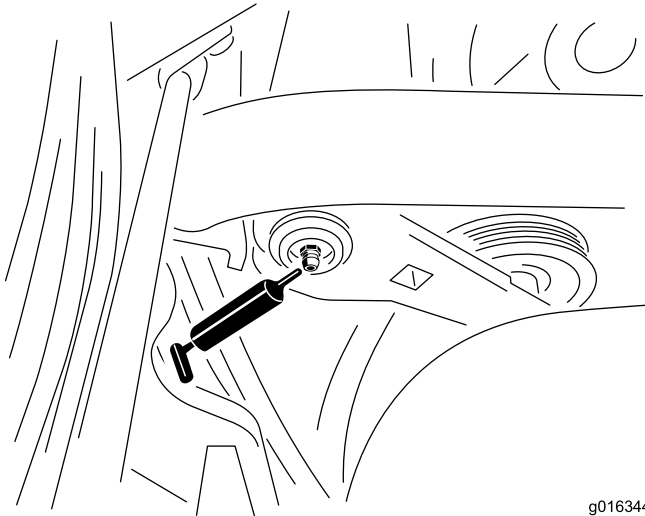

Figura 45
1. Pulite i raccordi di ingrassaggio in modo da evitare che corpi estranei possano entrare nel cuscinetto o nella boccola (Figura 45).